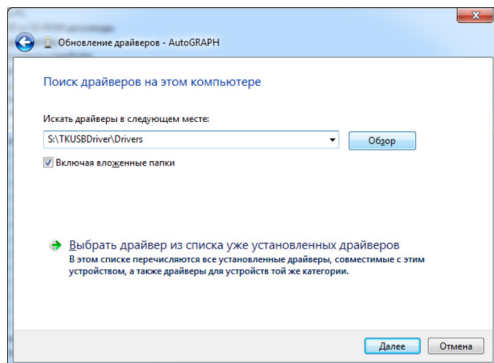

Рис.3.
5. Укажите путь к папке с драйверами и нажмите кнопку «Далее» (Рис.3). Система начнет установку драйверов из указанного места на жестком диске.